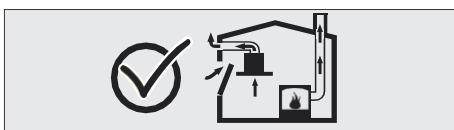

Fig. 3
- Como tal, uma boa circulação de ar deve ser sempre assegurada. Fig. 3.